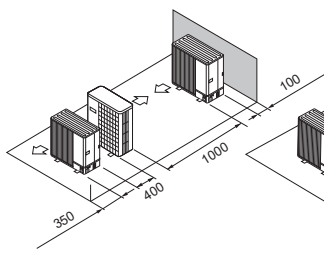

Fig. 2-16
- (5) Disposição de uma unidade em paralelo (Fig. 2-16)